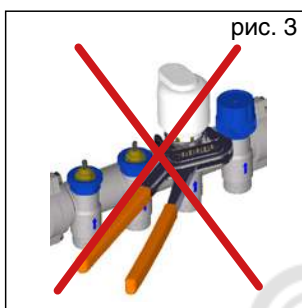

рис. 3
- Слегка затянуть вручную кольцо на электротермическом приводе. НЕ использовать газовый ключ или подобные инструменты (Рис. 3).